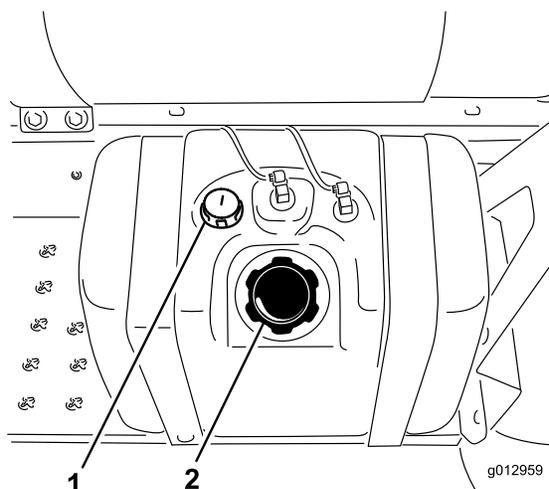

Figura 20
3. Pulite intorno al tappo del serbatoio del carburante (Figura 20).